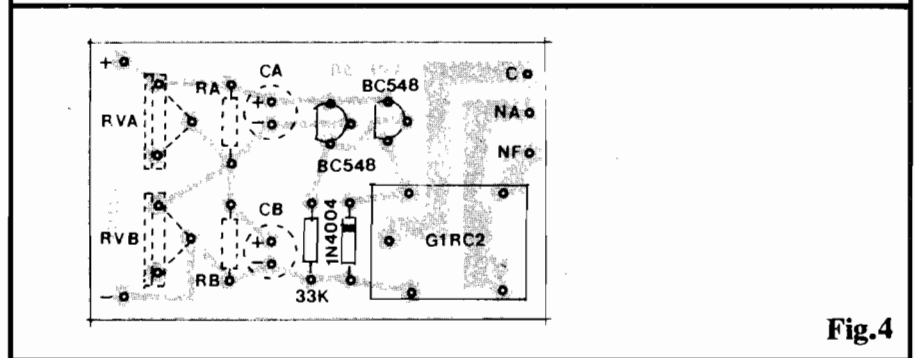

Fig.4
- FIG. 4 - "CHAPEADO" DA MONTAGEM - O lado não cobreado da placa, com as peças já colocadas, devendo o Leitor observar com atenção o posicionamento dos componentes polarizados, com ambos os transistores